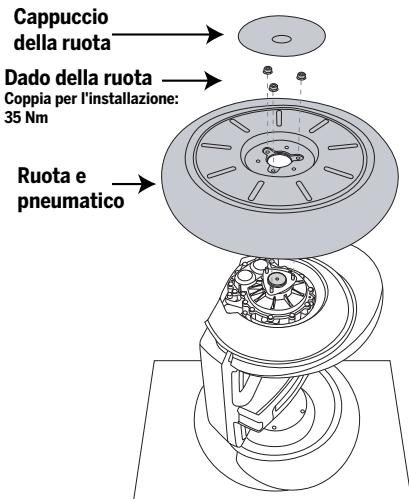
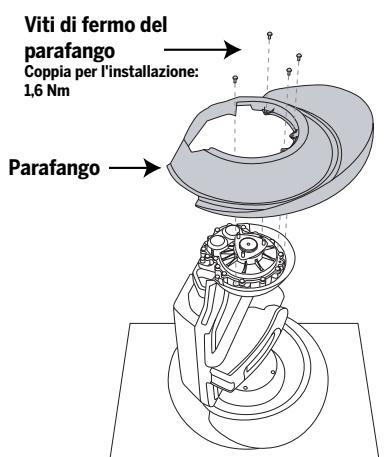

Figura 1. Rimozione o installazione dell'insieme ruota/pneumatico
Figura 2. Rimozione o installazione del parafango
2. Togliere un pneumatico e un parafango inclinando il Segway PT sul fianco con la ruota da rimuovere in alto, e l'altra adagiata su una superficie pulita e liscia. Vedere la Figura 1.
4. Trattenere la ruota per impedirne la rotazione e togliere i (3) dadi con una chiave ad esagono incassato da 13 mm. I (3) dadi rimossi saranno necessari per reinstallare la ruota.
- Con una chiave T20 a sei lobi, rimuovere le (4) viti che fissano il parafango al blocco di trasmissione e sollevare il parafango. Le (4) viti rimosse saranno necessarie per reinstallare il parafango. Vedere la Figura 2.
- Per reinstallare il parafango, allinearla ai fori sul blocco di trasmissione. Vedere la Figura 2.
- Serrare le (4) viti di fermo sul parafango e sul blocco di trasmissione. Utilizzare una chiave T20 a sei lobi ad una coppia di 1,6 Nm.
- Per sostituire la ruota, infilare l'insieme ruota/pneumatico sui (3) puntali filettati. Vedere la Figura 1.